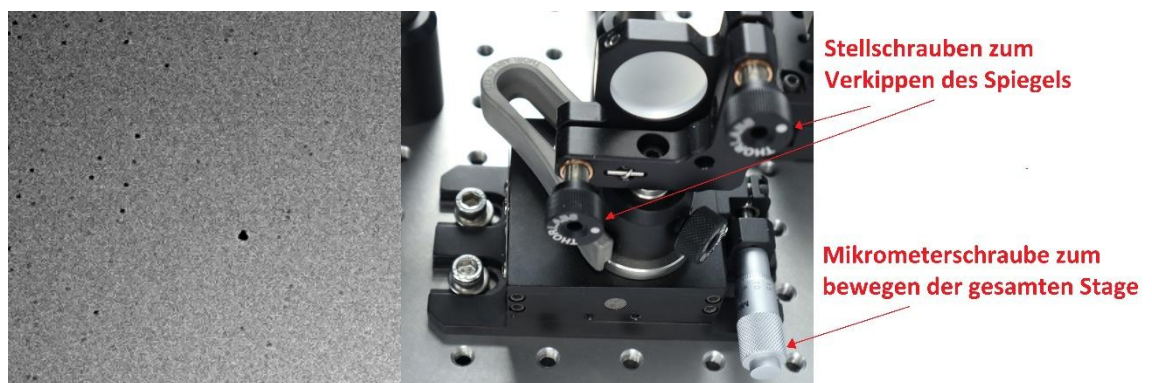

Abbildung 4: links: Staubpartikel auf Spiegelrohling; rechts: Überblick über Schrauben an manueller Stage
3. Stellen Sie nun die Position der manuellen Stage (des Spiegels) ein, bis das Interferenzmuster der ersten Oberfläche angezeigt wird. Ist das Muster sehr schwach zu erkennen, haben Sie vermutlich das Interferenzmuster der Rückseite. In diesem Fall müssen Sie den Spiegel weiter nach vorne einstellen. Sie können auch mit dem Lineal die Armlängen der beiden Interferometerarme überprüfen – Sie müssen ziemlich genau gleich sein. Achtung: Verwechseln Sie die Mikrometerschraube nicht mit den Stellschrauben am Spiegelrohling (s. Abb. 4 - rechts)!